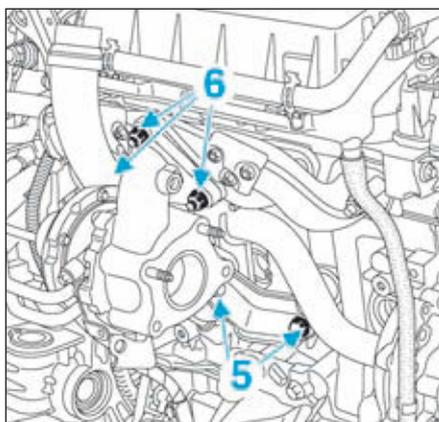

FIG.164
- Déposer les fixations (5), puis le renfort de turbocompresseur (Fig.164).
- Déposer les écrous de fixation (6), puis le turbocompresseur.